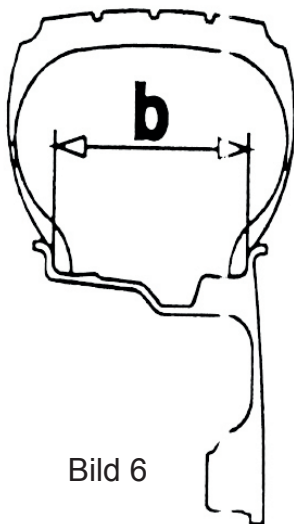

Bild 6
- **Breite:** Stellen Sie, wie beschrieben (Bild 6), die automatische Distanz und die Durchmesser-Messung ein.